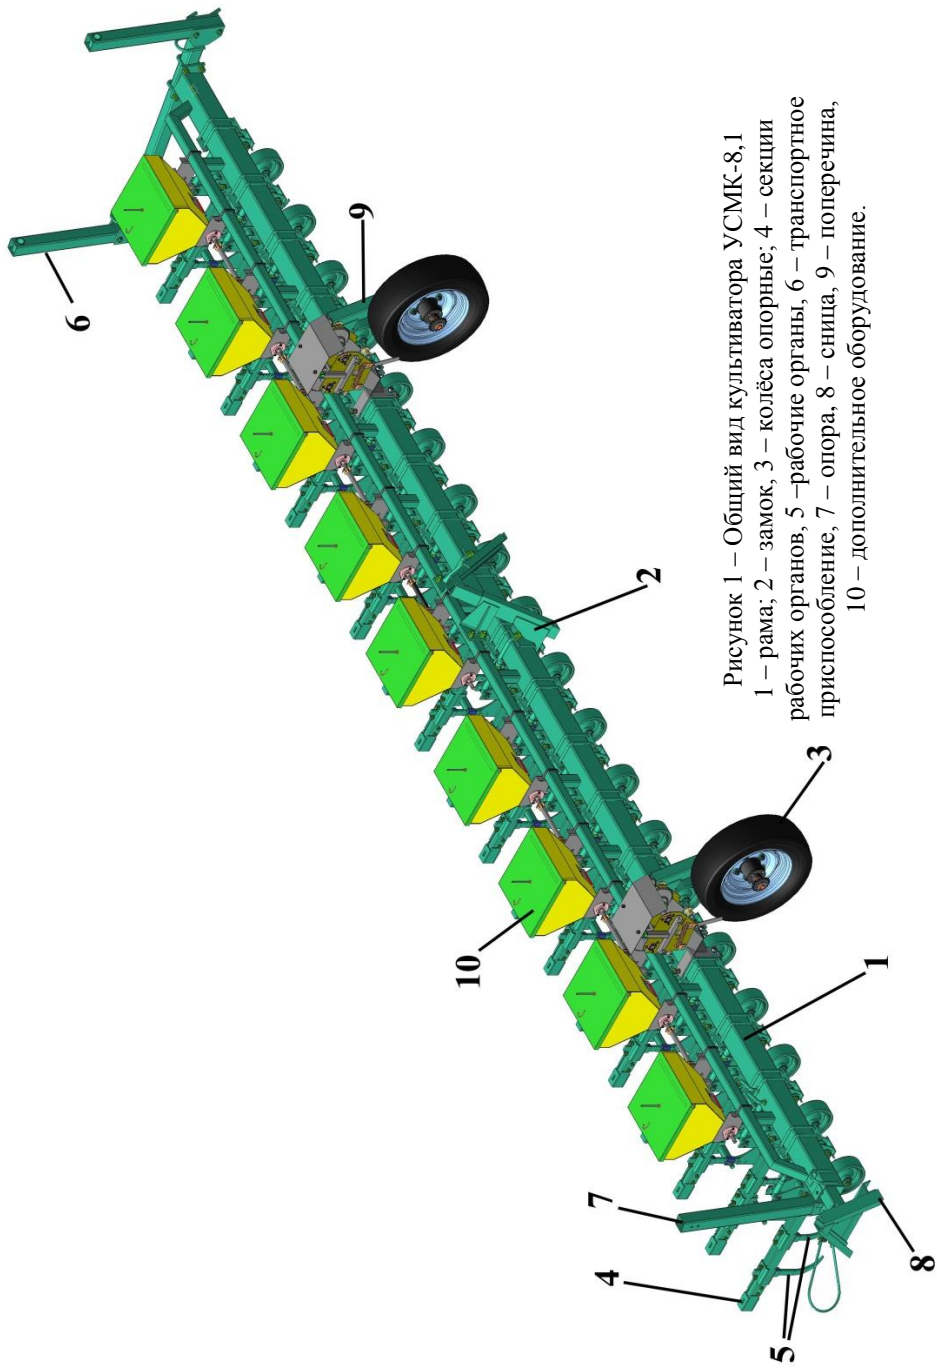

Рисунок 1 – Общий вид культиватора УСМК-8,1
3.1. Культиватор УСМК представляет собой навесную машину, состоящую из бруса 1, на который крепятся: замок автосцепки 2, два несущих колеса 3, секции рабочих органов 4 (рис. 1).